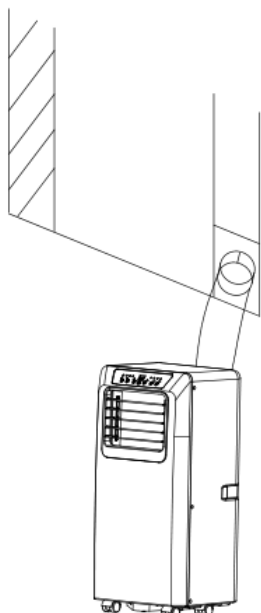

Fig. 6
- 2) Come mostrato nelle figure 6 e 6a, installare il tubo flessibile di scarico e regolare adeguatamente la posizione della finestra.